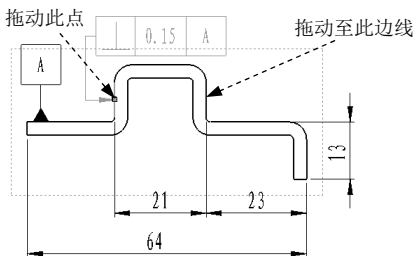
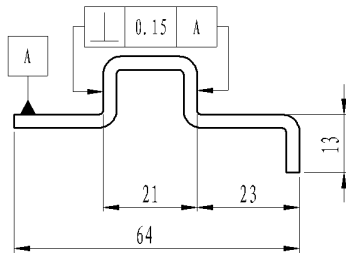

图 8.5.14 选取形位公差
图 8.5.15 添加形位公差引线
(1) 添加另外一个引线。选取形位公差文本，系统弹出“形位公差”对话框，在 **引线(L)** 区域单击  按钮。
(2) 按住 Ctrl 键，选取图 8.5.14 所示的点，将其拖动到图 8.5.14 所示边线上，结果如图 8.5.15 所示。